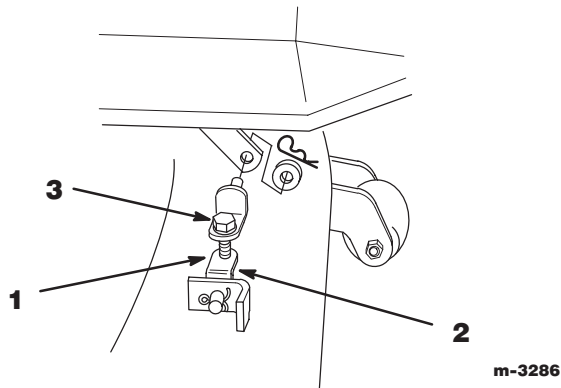

Abbildung 16
- Zur Einstellung des Schnitmesserniveaus in Längsrichtung die Gegenmuttern an den vorderen Justiergelenken lösen (Abb. 16).
- Die Schraube an den vorderen Justiergelenken drehen, um das Schnitmesserniveau in Längsrichtung zu verändern (Abb. 16).